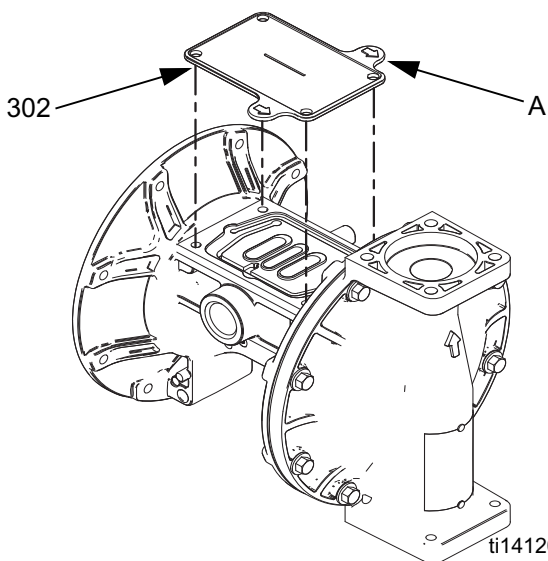

Рис. 9. Инструмент для крышки жидкостной секции
- c. Нанесите смазку на П-образные уплотнения оси (106) и на ось диафрагмы (104). Вставьте ось в корпус.
- f. Прикрепите первую крышку жидкостной секции (3). См. Инструкции по затяжке, стр. 18.
- a. См. Рис. 9. Поместите входящий в комплект инструмент (302) на место, где обычно находится прокладка воздушного клапана (108). Стрелки (А) должны быть обращены к уже прикрепленной крышке жидкостной секции.